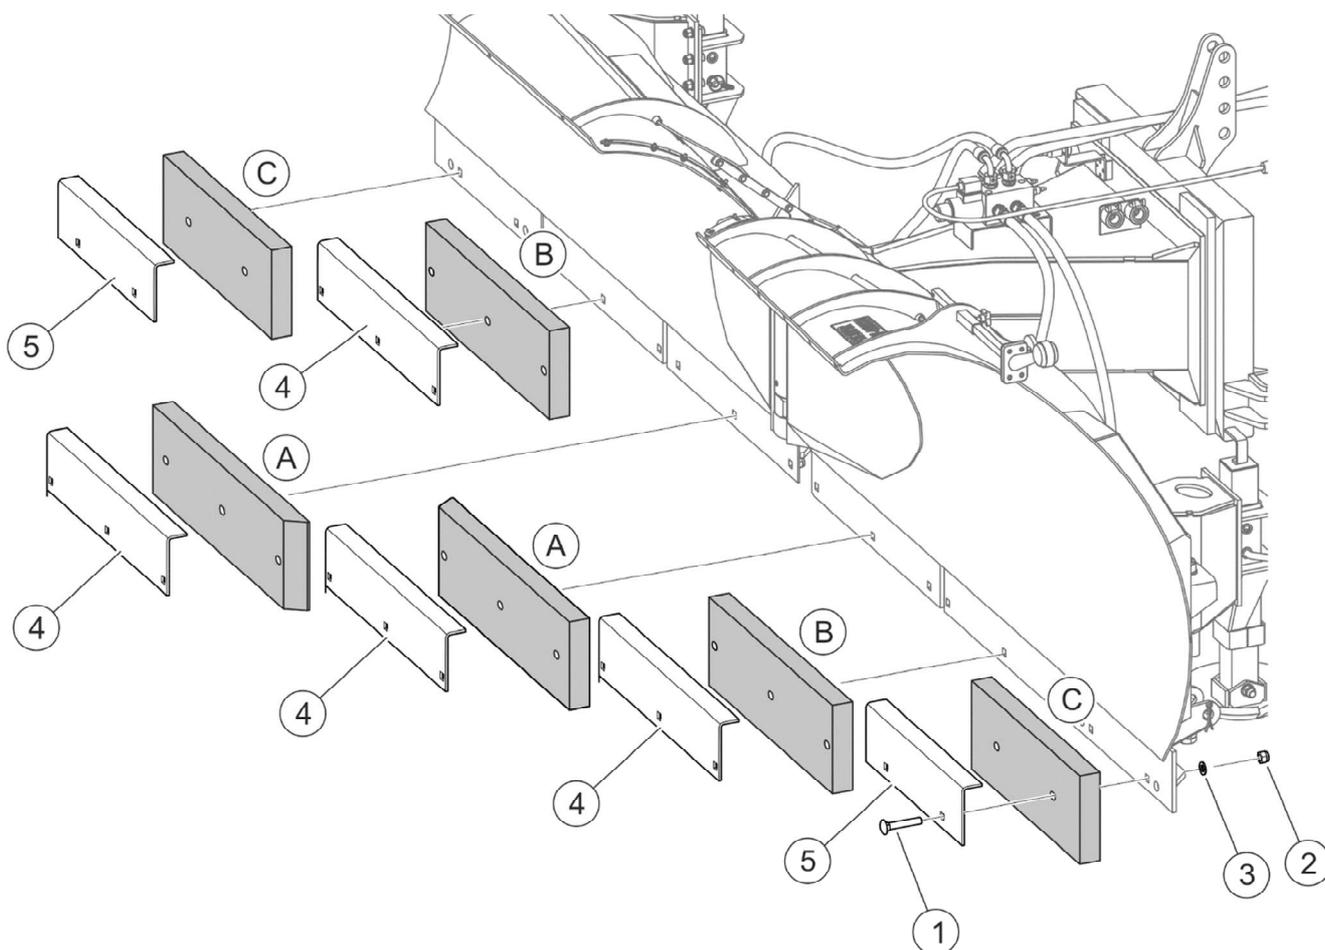
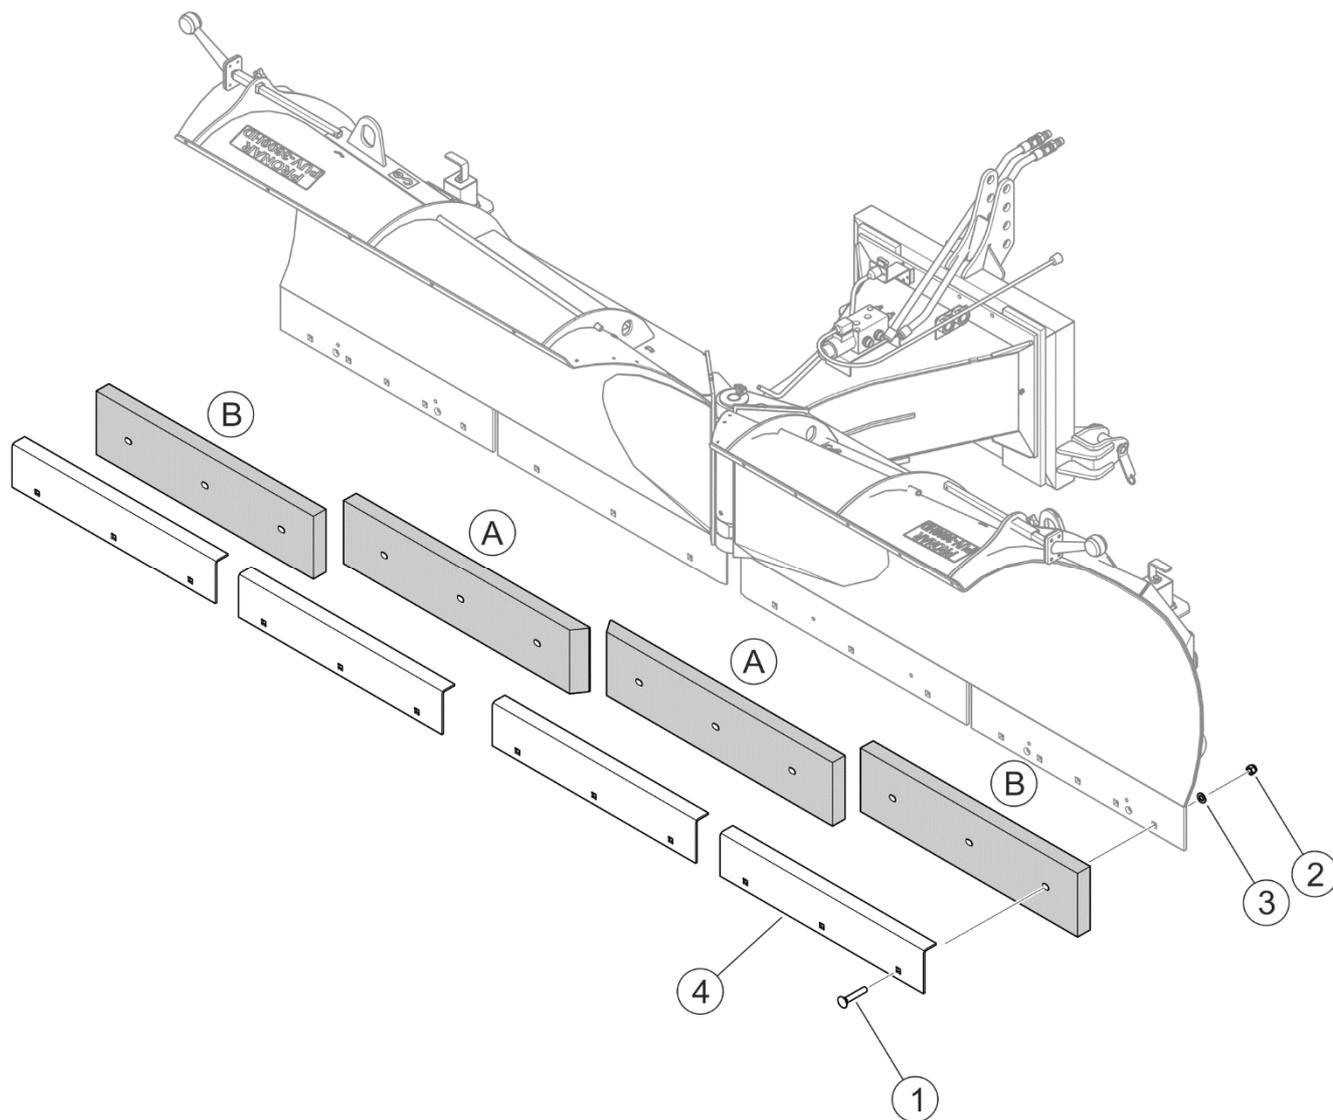

РИСУНОК 5.5 Замена резиновых кромок отвала PUV-400HD (опция)
РИСУНОК 5.6 Замена резиновых кромок отвала PUV-3600HD (опция)
*- используется в качестве крайней кромки отвала вместо кромки (B).
В снегоотвалах с резиновыми нижними кромками отвала (РИСУНОК 5.5, РИСУНОК 5.6) сегменты резиновых кромок крепятся болтами (1) при помощи накладок (4) и (5). При замене кромок требуется отвинтить гайки (2), вынуть болты (1) и снять накладки (4) или (5). Монтаж новой кромки выполняется в обратной очередности.